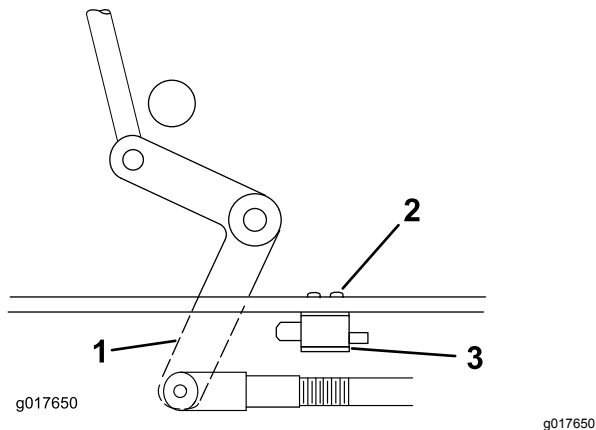

Figura 47
4. Si es necesario, ajuste el interruptor de seguridad de la TDF aflojando los pernos que sujetan el soporte del interruptor (Figura 47).
**Importante:** Asegúrese de que la palanca acodada no toca el cuerpo del interruptor, porque esto podría dañar el interruptor (Figura 47).